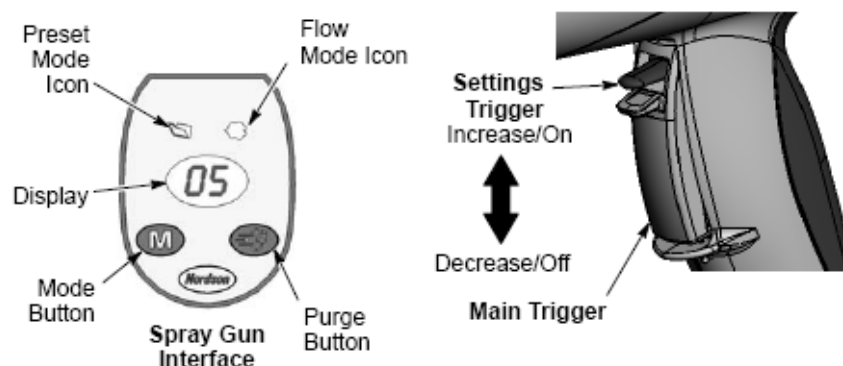

图 3-2 喷枪控制器
1. 如图 3-2 所示。释放主扳机。触发喷枪时无法更改预设值。
1. 如图 3-2 所示。按下模式按钮，直到流动模式图标亮起。
1. 如图 3-2 所示。将喷枪对准喷粉室，释放主扳机。